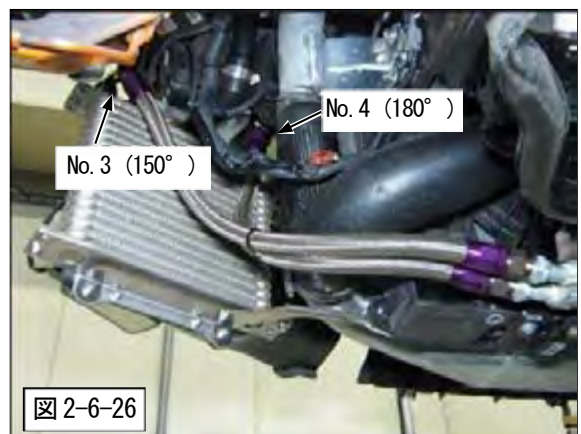

図 2-6-26
(14) ホース No. 3、4 を取付けてください。(図 2-6-26)